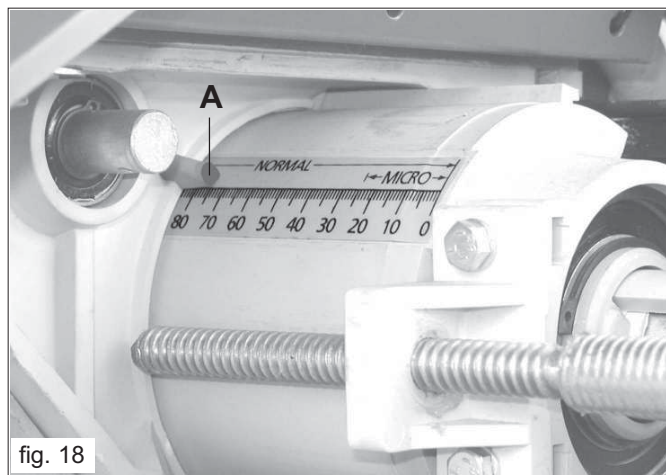

fig. 18
Mânerul de strângere a șuruburilor (4) permite reglarea gradului de deschidere a vanei în funcție de valoarea de pe scala gradată, calculată folosind tabelul și testul de distribuție (capitolul 5.1.2). Elementul de referință pentru reglarea deschiderii vanei de închidere este punctul A (Fig. 18).